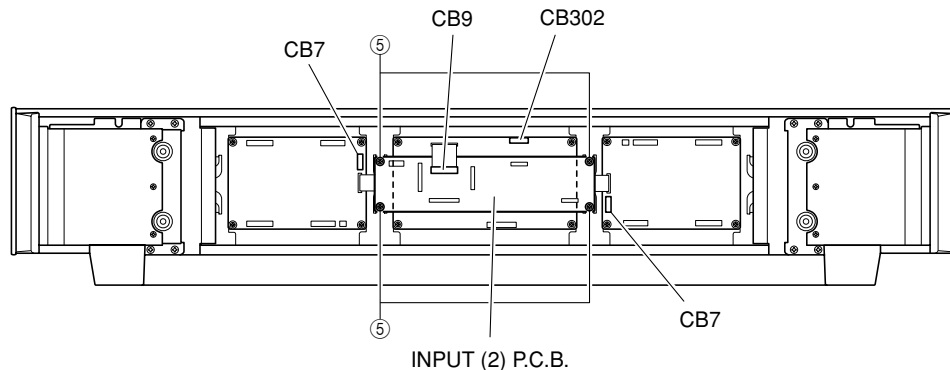

Fig. 5
- Remove 4 screws (⑤). (Fig. 5)
- Remove CB7, CB9 and CB302. (Fig. 5)
- Remove the INPUT (2) P.C.B..
- ⑤のネジ 4本を外します。(Fig. 5)
- コネクタ CB7、CB9、CB302を外します。(Fig. 5)
- INPUT (2) P.C.B.を取り外します。